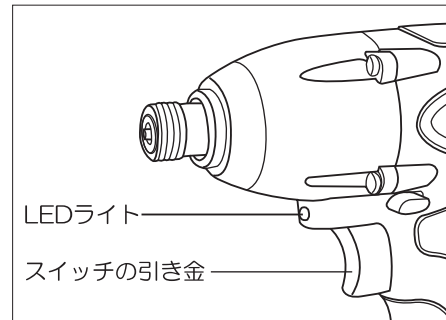
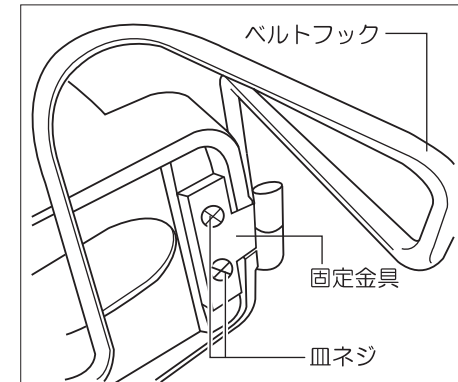

図4
図6
●スイッチの操作(図4参照)
- 本機のスイッチの引き金上部にLEDライトがついています。(図4参照)
- ①バッテリーパックを外します。(7ページバッテリーパックの取外し参照)
- ②皿ネジ2本を抜いて固定金具を外してください。(図6参照)